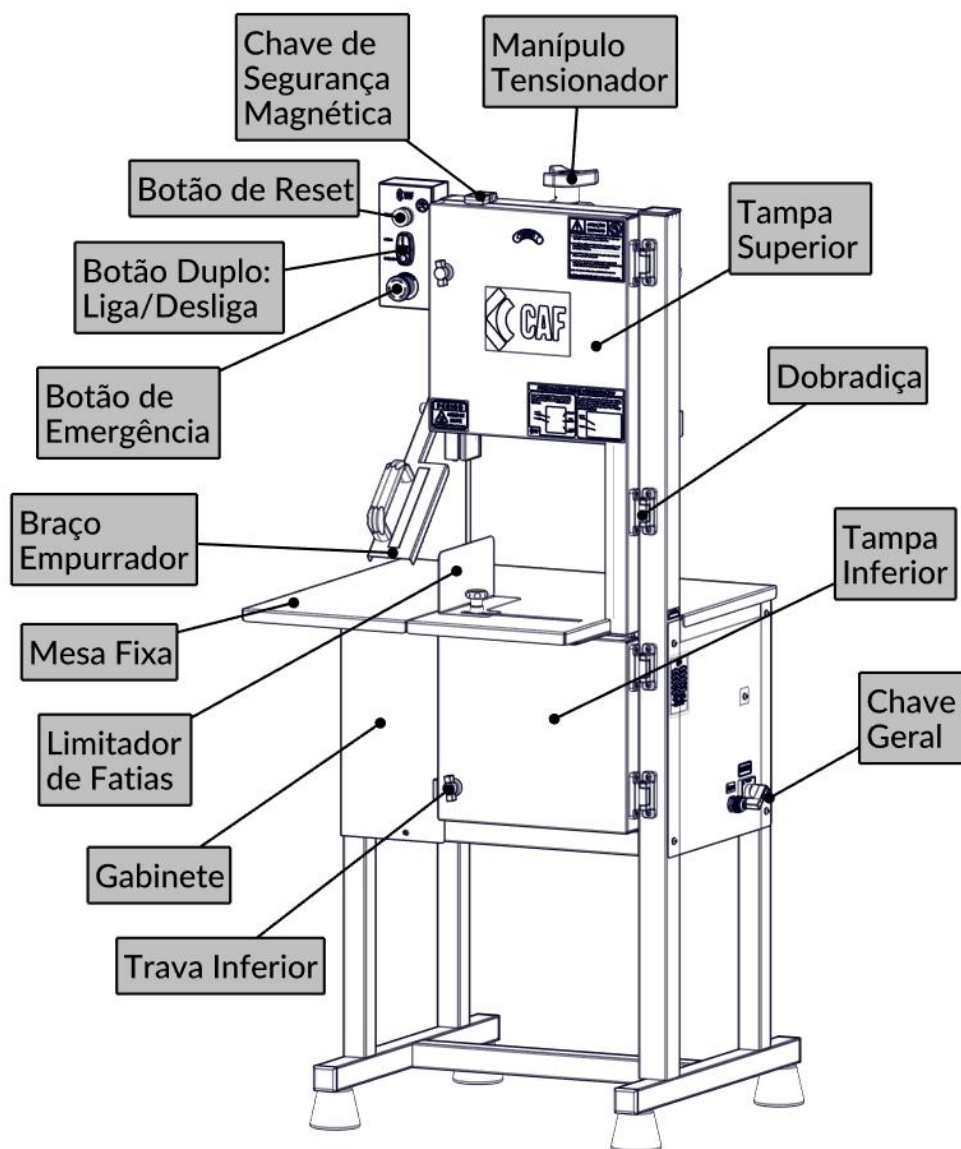

FIG. 1
- Com a máquina desligada, regule o encosto protetor (FIG. 1) e o limitador de fatias (FIG. 1).
2. Ligue a chave geral (FIG. 1);
3. Verifique se o botão de emergência está destravado (FIG. 1);
4. Pressione o botão de reset (FIG. 1) para liberar o acionamento da máquina.
1. Com a máquina devidamente montada, higienizada e energizada, aperte o botão liga/desliga (FIG. 1) para realizar o acionamento da máquina;
1. Abra as tampas da máquina, girando o manípulo tensionador (FIG. 1) no sentido anti-horário.